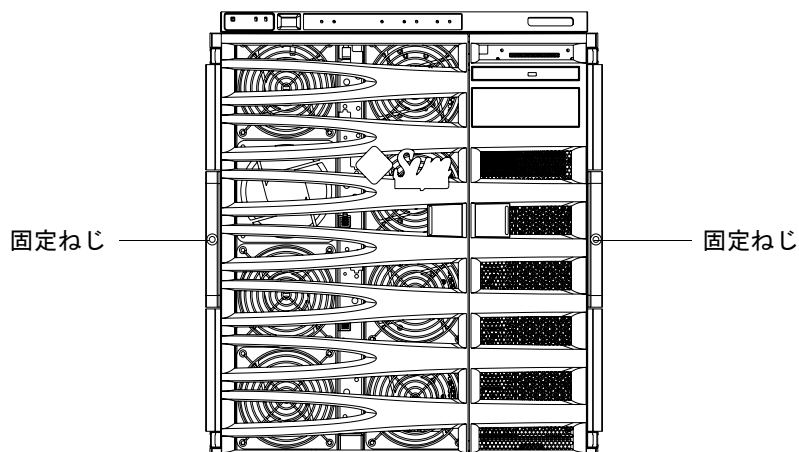

図 1-12 固定ねじの取り付け
12. システムの正面にある 2 本の固定ねじを締めて、システムをキャビネットに固定します (図 1-12)。